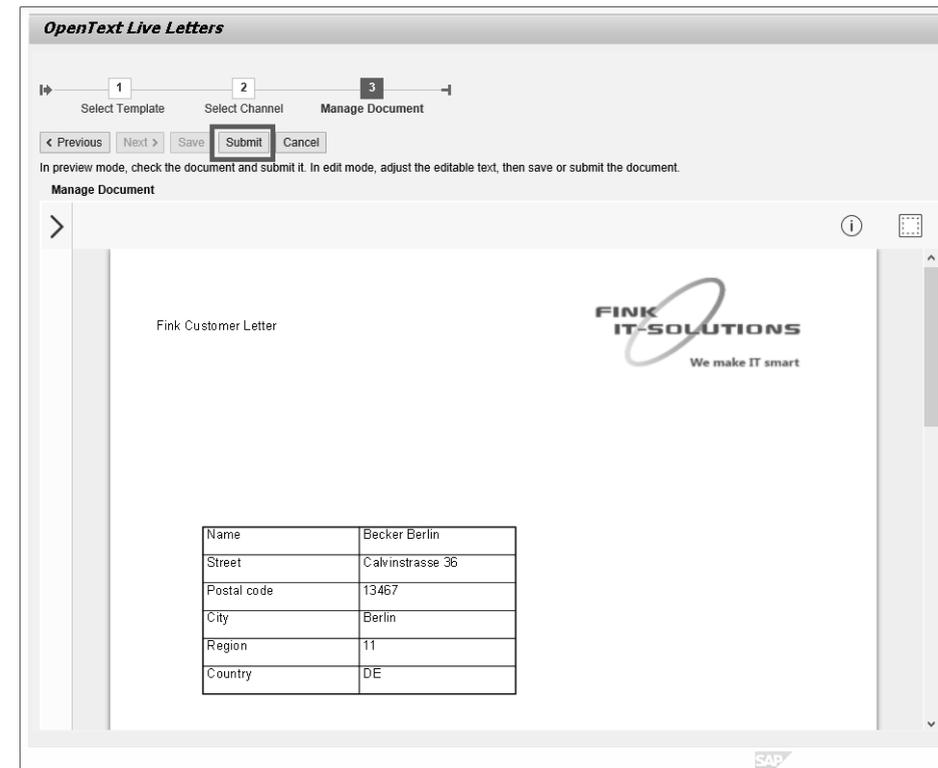

Abbildung 10.14 Kontrolle und Bestätigung des Dokuments in der Vorschau
7. Danach wird Ihnen eine Vorschau (*Preview*) des erzeugten Dokuments angezeigt (siehe Abbildung 10.14). In unserem einfachen Beispiel wurden die in Tabelle 10.2 aufgeführten Inhalte bei der Erstellung der Kundenkorrespondenz verwendet.